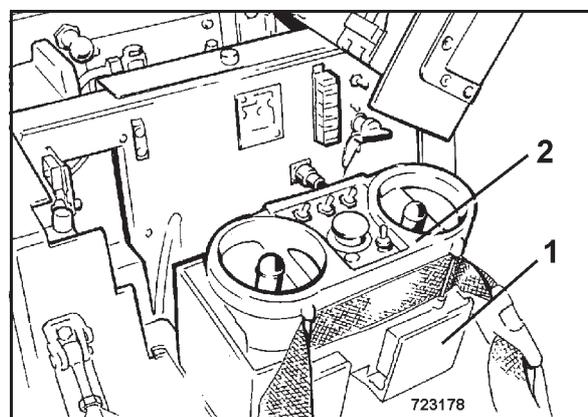

Bild 30
- Bedienkasten (1) (Bild 30) herausklappen und Steuerung (2) entnehmen.